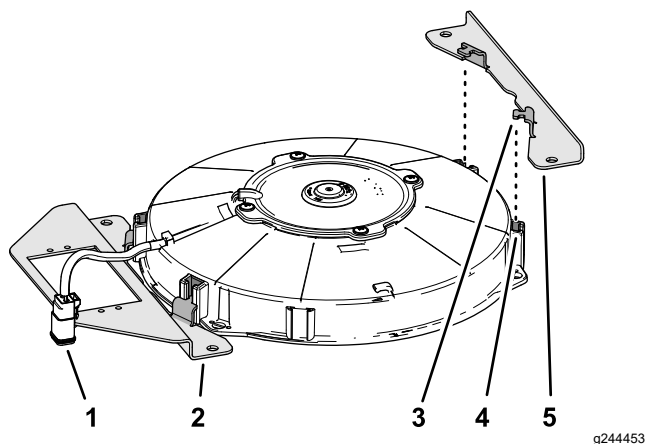

図 3
1. ファンハウジングについているスロットのうち、ファンハーネスソケットコネクタがついているに近い方のスロット 2 つを探し出す 図 3。
2. ファンハウジングのスロット 図 3ステップ1で探し出したものに、長い方のファン取り付けブラケットの2つのタブを差し込む。
3. 他の2つのスロットに短い方のファン取り付けブラケットの2つのタブを差し込む 図 3。